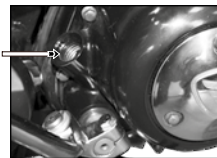

Imagen 16. Tapón-bayoneta.
1. Localizar el tapón-bayoneta de aceite en la parte inferior derecha de la **TC250**. Ver imagen 16.